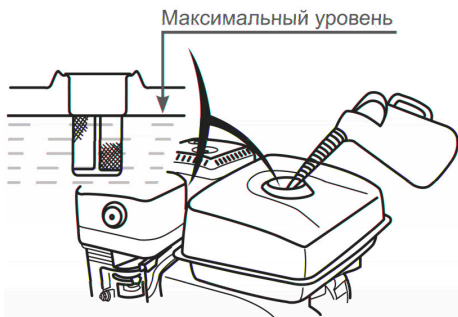

Рис. 19 Максимальный уровень топлива в топливном баке
Не заполняйте топливный бак полностью. Заливайте бензин в топливный бак до уровня примерно на 25 мм ниже верхнего края заливной горловины, чтобы оставить пространство для теплового расширения топлива. Максимальный уровень топлива показан на Рис. 19.
- Залейте бензин в топливный бак при помощи специальной емкости или воронки до уровня, показанного на Рис. 19